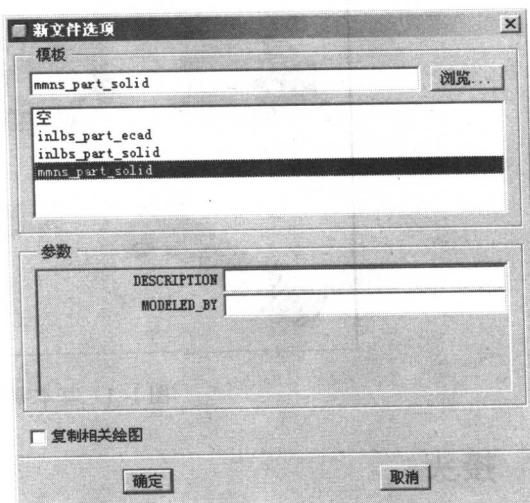

图 1-4 “新文件选项”对话框
(3) 单击“确定”按钮打开“新文件选项”对话框，如图 1-4 所示。然后选择 mmns_part_solid (毫米/牛顿-零件实体-模板) 项。然后单击“确定”按钮，进入到基本特征的创建环境中。